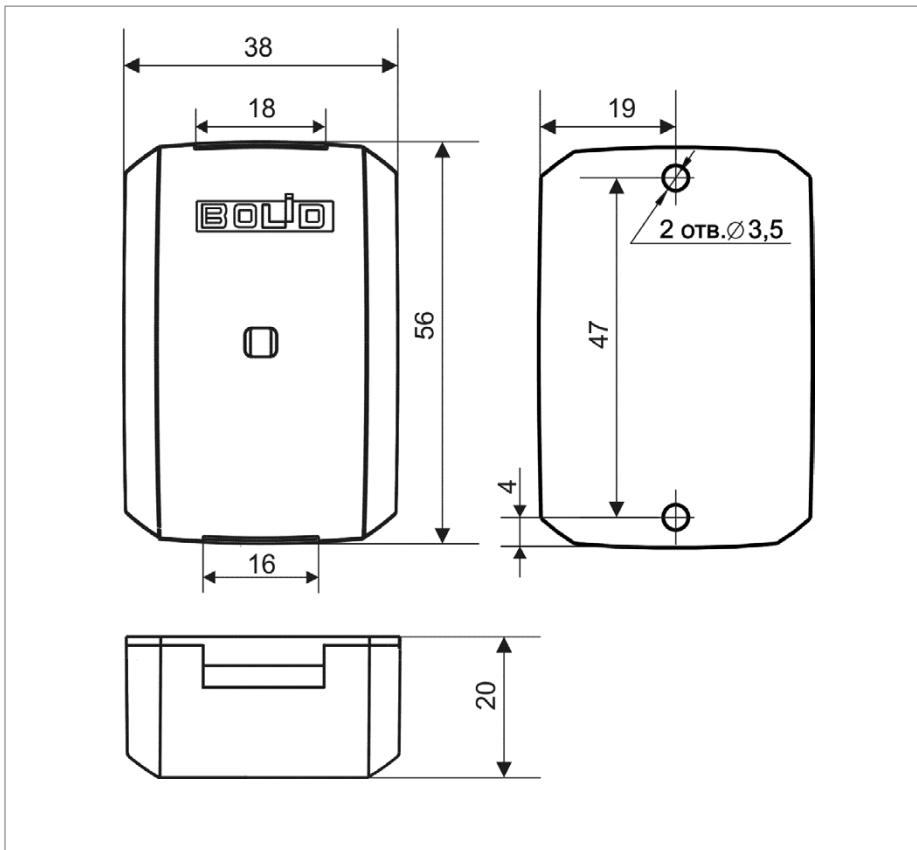

Рисунок 23. Габаритные и установочные размеры прибора
1. Наметьте на стене места для двух установочных отверстий в соответствии с габаритным чертежом (Рисунок 23).